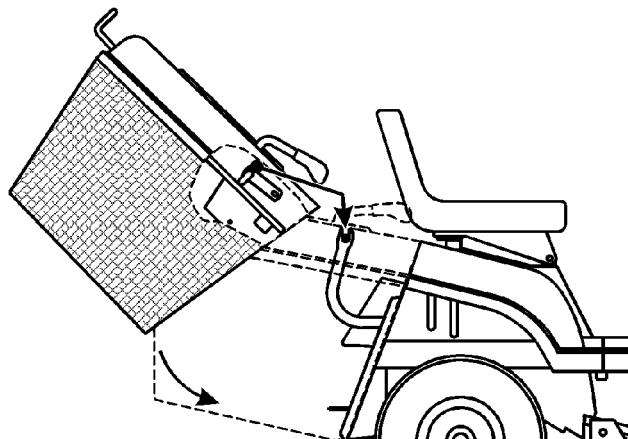

Abbildung 44
1. Den Graskorb mit beiden Händen nach vorne kippen (Abb. 44).
2. Den Korb um ca. 40 Grad nach vorne kippen und auf die beiden Halterungen hinten am Traktor schieben (Abb. 44). Darauf achten, dass der Pfeil oben am Graskorb auf den Pfeil am Traktor ausgerichtet ist.